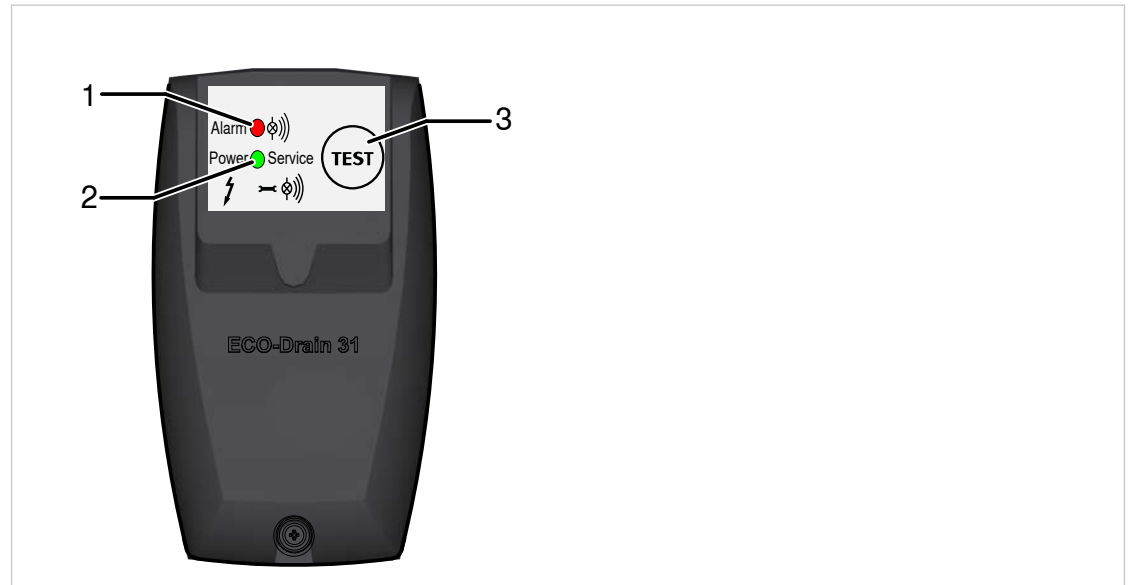

Abb. 30 Kondensatableiter prüfen
1. Prüfen, ob das Absperrventil ⑨ geschlossen ist.
2. Taste TEST (③ Abb. 30 Kondensatableiter prüfen) für mindestens 2s gedrückt halten, um den Kondensatableiter zu entlüften.
- ❓ Falls der Kondensatableiter durch Drücken der Taste TEST nicht entlüftet werden kann, Überwurfmutter ⑬ am Absperrventil ⑨ langsam lockern, bis die Druckluft durch die Entlüftungsbohrung entweicht. Beim Entweichen der Druckluft hören Sie kurzzeitig ein Pfeifen. Andernfalls ziehen Sie die Überwurfmutter wieder fest und kontaktieren einen autorisierten Servicepartner.
3. Verschraubung ⑥ an Kondensatableitung vollständig herausdrehen.
4. Rasthaken ⑤ drücken und Steuereinheit ② vorsichtig von der Service-Unit ① abnehmen.
5. Einschraubteil ⑪ aus der Service-Unit ① herausdrehen und aufbewahren.